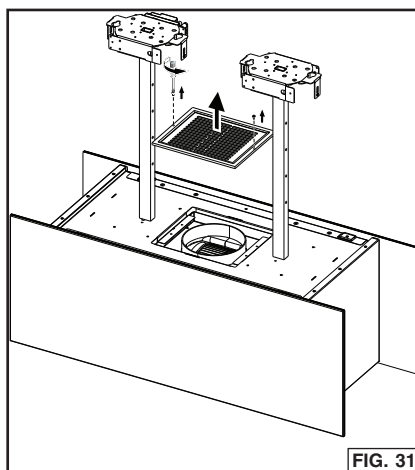

FIG. 31
24. Retirez la grille protectrice sur le dessus de la hotte et le filtre à graisse inférieur. Fig. 31.